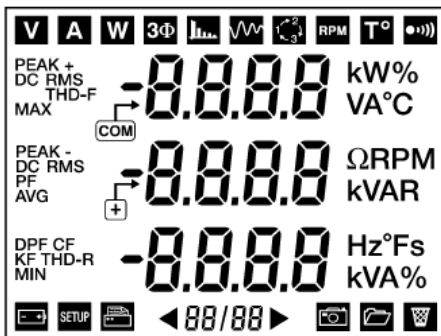

图 64: 开机画面一
- 当屏幕显示开机画面一（图 64）时，按下黄色 **■** 按键并保持，直到主机发出一声哔鸣声